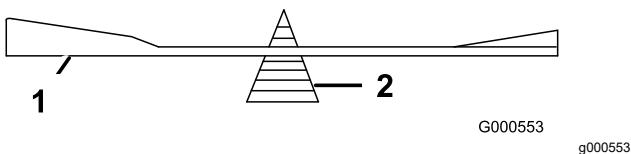

Figura 80
2. Verifique o equilíbrio da lâmina colocando-a num equilibrador de lâminas (Figura 80).